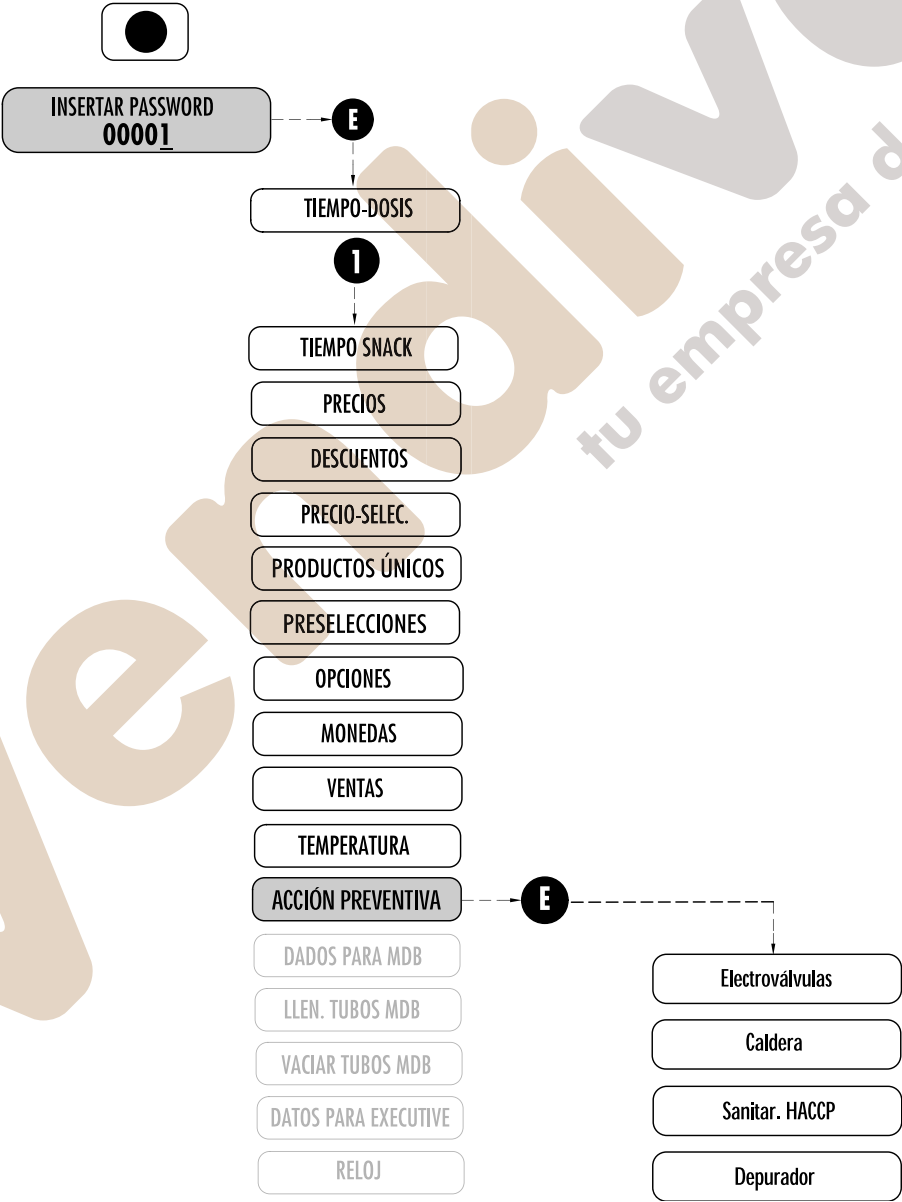

Fig. 7.14
7.2.12 ACCIÓN PREVENTIVA (Fig. 7.14)